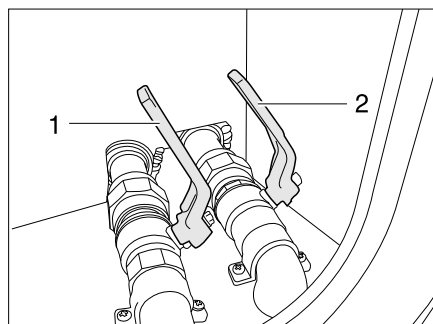

Bild 216 Ablaufhahn im Doppelboden
Der Ablaufhahn (Bild 216,1) ist im Doppelboden angebracht. Der Ablaufhahn ist durch den Schriftzug "Wasser" gekennzeichnet.
- Ablaufhahn (Bild 216,1) öffnen. Das Wasser läuft ab.